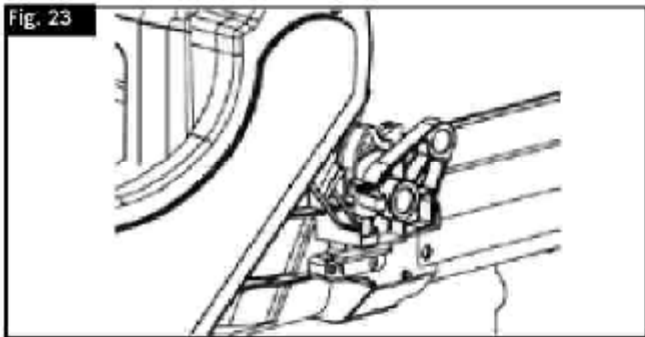

Fig. 28
## Výměna pásů (fig. 28, 29)
- Povolte šrouby (1 fig 28) a odejměte kryt pásu.